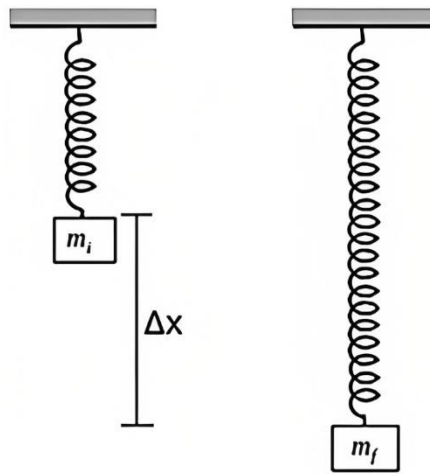

Figura 3: Montaje para determinar la constante del resorte.
2. Para determinar la constante elástica coloque una masa en el resorte colgando de uno de sus extremos. Defina la posición de esta masa como origen de sistema de coordenadas o posición de referencia. Luego agregue otra masa al resorte (aumentando la masa) y mida el desplazamiento que se produce con respecto a la posición de referencia, como se muestra en la figura 3. Utilizando la ecuación de equilibrio de fuerzas